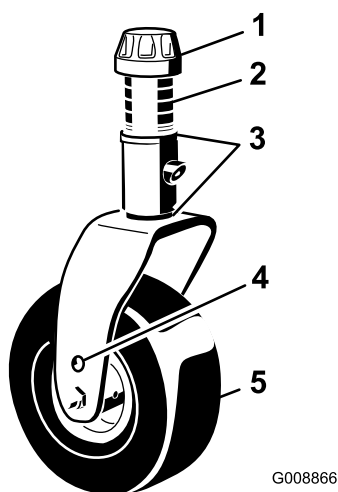
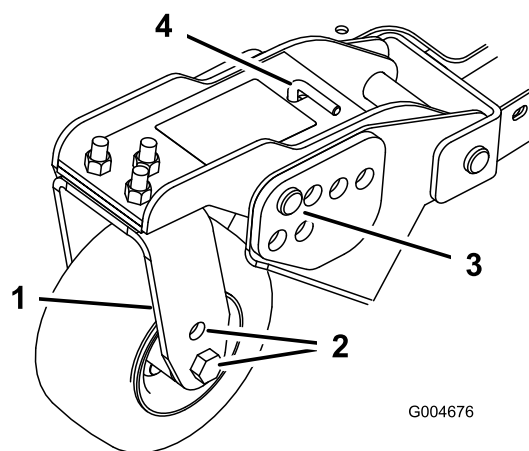
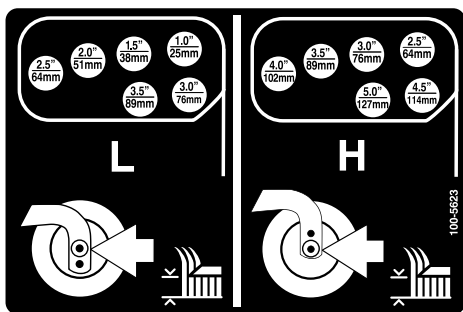

Figura 26
Figura 28
Figura 29
1. Posizionate gli assali delle ruote orientabili negli stessi fori di tutte le forcelle (Figura 26 e Figura 28).
2. Togliete il cappuccio di tensione dall'asse del perno ed estraete il perno dal braccio della ruota orientabile (Figura 26).
5. Togliete la coppia ed i perni con testa dai bracci di rotazione delle ruote orientabili (Figura 28).
6. Girate il tenditore per alzare o abbassare il braccio di rotazione finché i fori non sono allineati con i fori della staffa dell'altezza di taglio selezionati, nel telaio del piatto di taglio (Figura 28 e Figura 29).